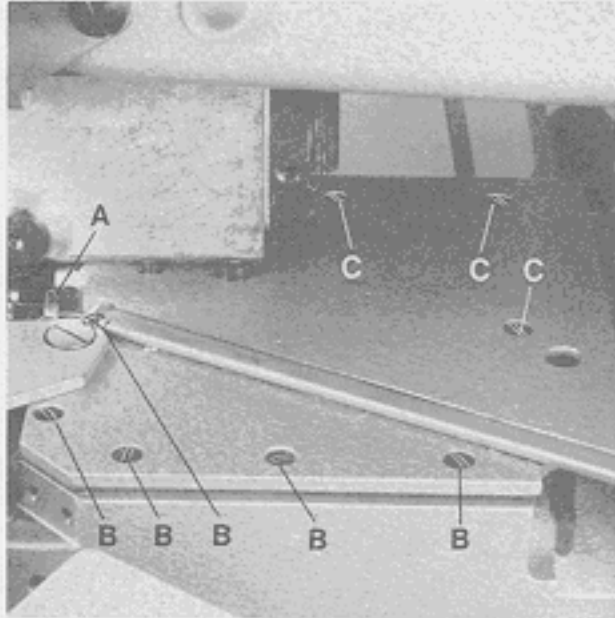
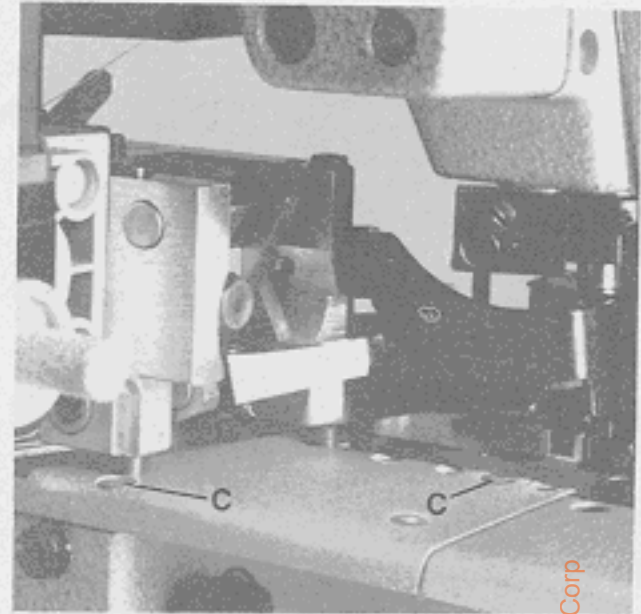

Fig.61
Fig.62
Disconnect cable for FAST ACTION TAPE CUTTER on control box under the table board and the rapid action hose coupling on cutter (see Figs. 3 and 3A). Remove looper thread guide (A, Fig. 61). Screw out the five countersunk head screws (B) and the five filister head screws (C, Figs. 61 and 62) and remove the FAST ACTION TAPE CUTTER assembly from sewing machine.
Lösen Sie die Kabelverbindung für die "SCHNELLE SCHERE" am Schaltkasten unter der Näftischplatte und die Schnellverschlußkupplung an der Schere (siehe Fig. 3 und 3A). Entfernen Sie die Greiferfadenführung (A, Fig. 61). Entfernen Sie die fünf Senkschrauben (B) und die fünf Zylinder-Kopfschrauben (C, Fig. 61 und Fig. 62) und nehmen die komplette "SCHNELLE SCHERE" aus der Maschine.